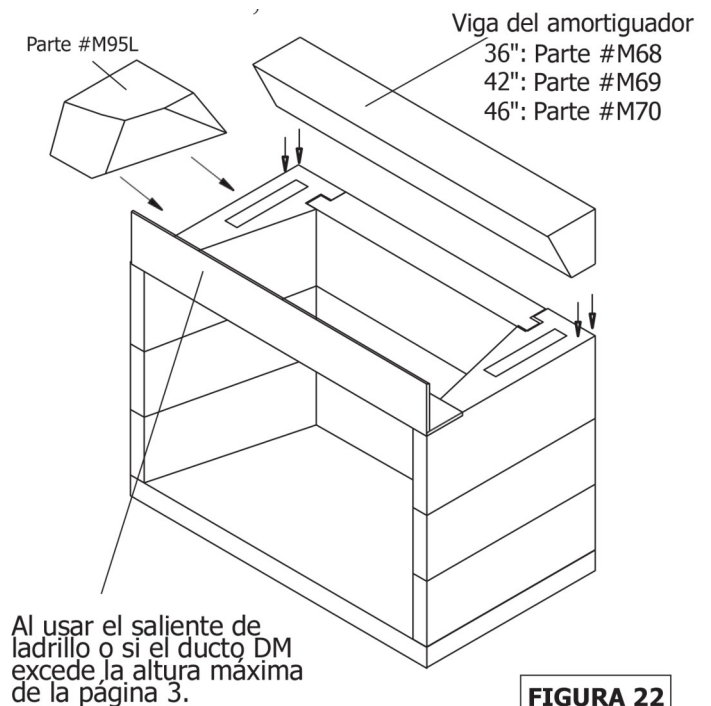

FIGURA 22
El ensamble de la viga de amortiguación trae dos (2) piezas largas de dintel y dos (2) piezas cortas laterales de la viga de amortiguación. Las piezas laterales del amortiguador se diseñaron para ponerse en la pared lateral del hogar, entre el dintel delantero y el trasero. Cada una está diseñada para su propio lado de la unidad. Una vez ajustadas, las piezas laterales del amortiguador encajan a ras con la cara exterior de la pared lateral del hogar, de modo que su borde inferior interior se alinea con el ángulo interior de la pared lateral del hogar sobre la que se pone (Figura 22).